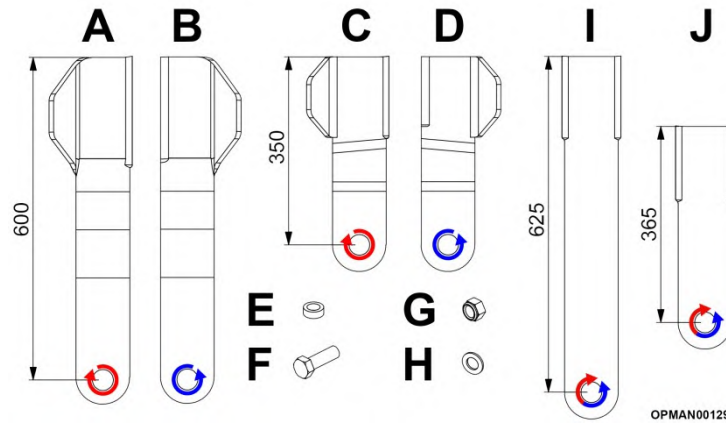

Figure 5.49
Lors du montage de lames standard, une rondelle plate (voir la Figure 5.49 [H]) **doit** être placée sous la tête du boulon (F). Les lames Starcut ne nécessitent **pas** de rondelles plates.
La Figure 5.49 montre les lames côté gauche et côté droit, et la direction dans laquelle elles coupent. Les lames Starcut peuvent se remplacer de la même manière, mais elles ne sont pas spécifiques à un côté.